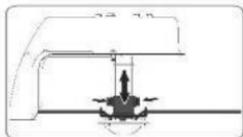

Figura 5-1
2. Deslice el eje hacia arriba o hacia abajo hasta la posición deseada antes de volver a apretar los tornillos. Vea Figura 5-1.